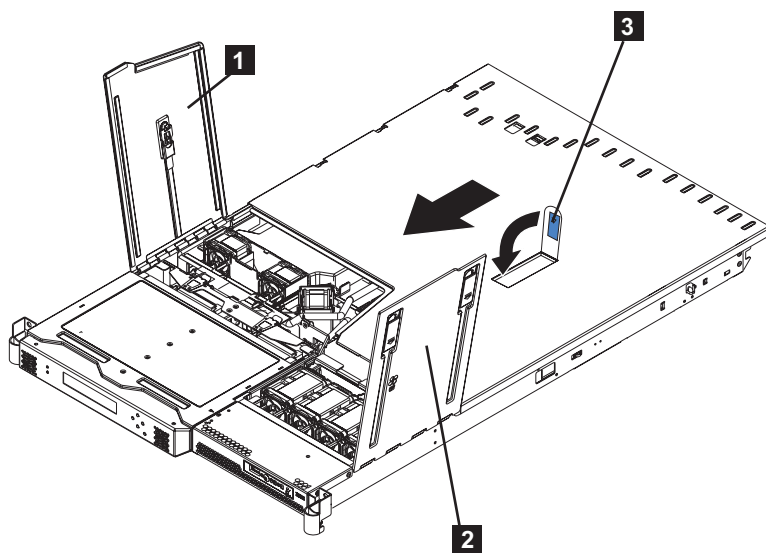

図 83. ファン・ドアを開いた状態の SAN ボリューム・コントローラー 2145-8F2
3. カバーを開くラッチ **3** をすべてのカバーが SAN ボリューム・コントローラー 2145-8F2 のすべての差し込みつまみに収まるまで、下方に押し下ろします。図 83 を参照してください。